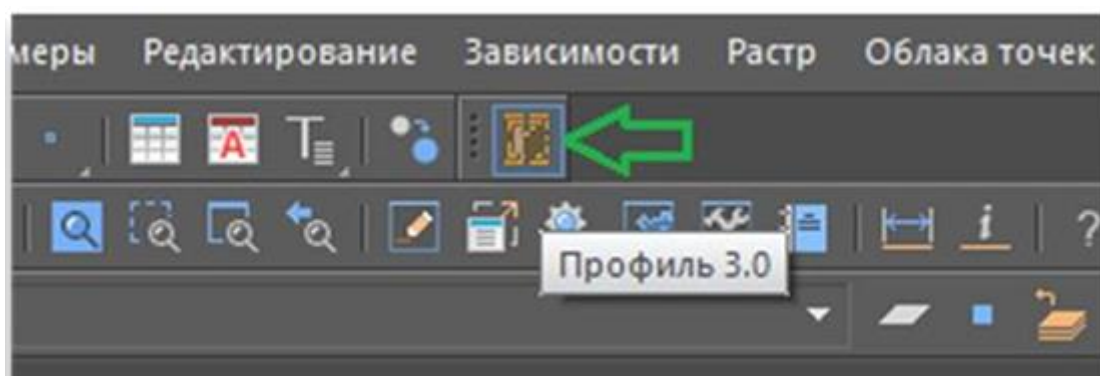

Рис. 4.7. Панель программы «ПРОФИЛЬ»
4.7. После перезагрузки должна появиться панель с кнопкой программы «ПРОФИЛЬ» (рис. 4.7.)